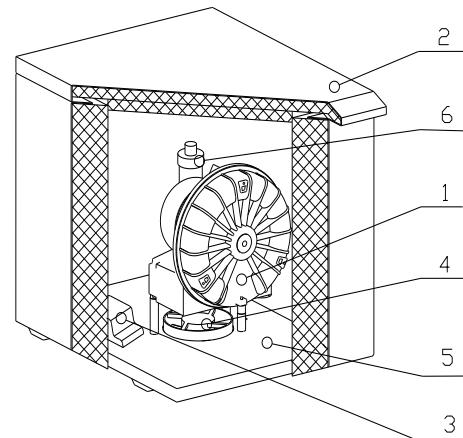

рис.1
Агрегат аспиратора (1) (рис.1) создает в пневматической распределительной сети частичный вакуум, при этом отсасывает чужеродные вещества из рабочего поля врача и направляет их в сепаратор зубной установки. Чистый воздух проходит после сепаратора через отсасывающий агрегат и далее выпускается через выходной шланг и глушитель шума прямой (6) в окружающую среду вне кабинета. Отсасывающий агрегат включается с помощью модуля управления (3) после подвода сигнала от установки (напряжением 24 В перемен./пост. или включением выключателя- модель „T“). Агрегат расположен на основании (5) над охлаждающим вентилятором (4), который создает в шкафчике (2) принудительную циркуляцию воздуха. Металлический шкафчик на ножках имеет шумопоглощающую изоляцию, при этом обеспечивается низкий уровень шума для окружающей среды, а с помощью вентилятора (4) и достаточный обмен охлаждающего воздуха, подводимого через щель между шкафчиком или основанием и полом. Охлаждающий воздух потом выдувается через отверстие в задней стенке шкафчика.